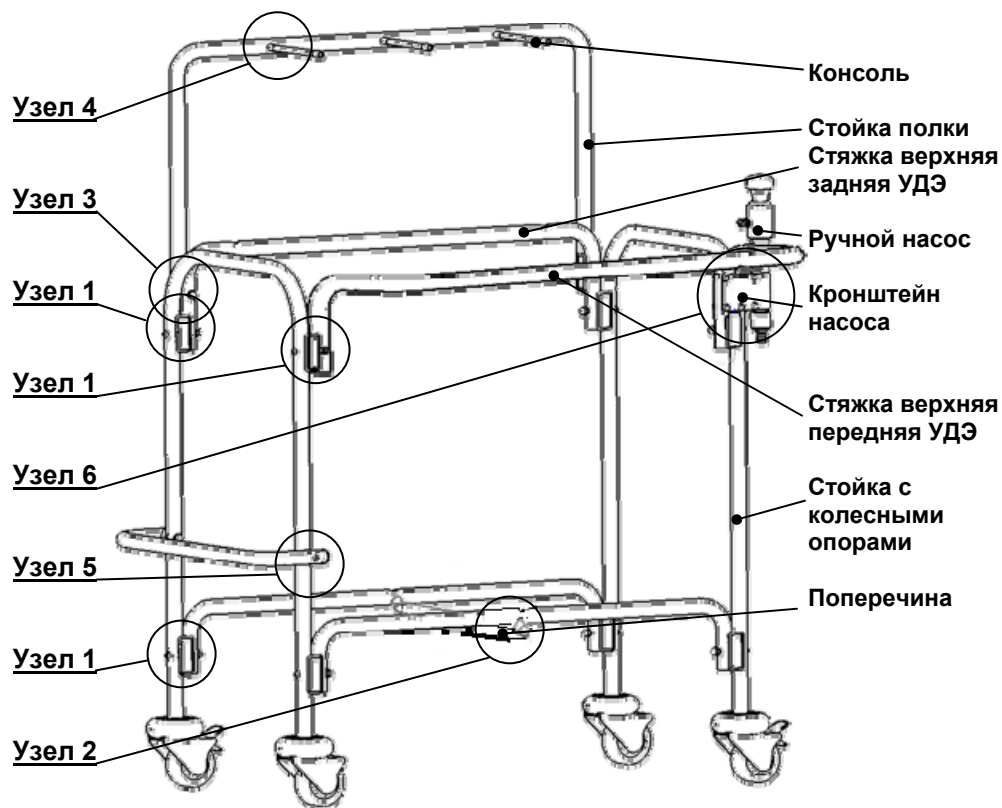

Рис.16
*Сборку установки проводить в соответствии с рис.16.*
- 5.1.2. Установить стяжку верхнюю переднюю УДЭ на место, предварительно отстыковать и развернуть её из транспортировочного положения на 180° - **Узел 1** (рис.16).